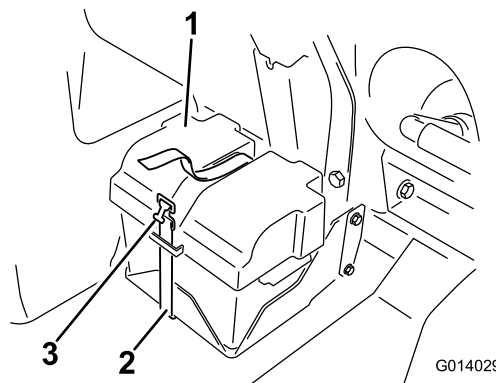

Figure 85
- Déposez le couvercle de la batterie et débranchez le câble de masse négatif (noir) de la borne de la batterie (Figure 85).
4. Posez le couvercle de la batterie et fixez-le avec la sangle retirée précédemment (Figure 85).